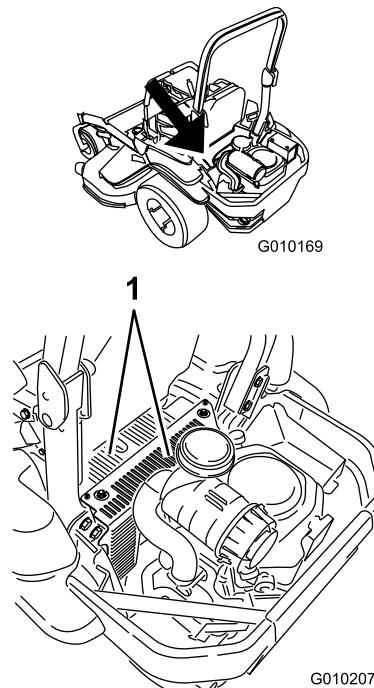

Figure 69
5. Débarrassez les capots de l'unité hydraulique de l'herbe et des débris accumulés (Figure 69).